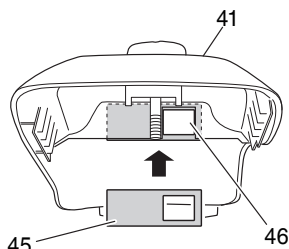

Fig. 40
Système de protection anti-gel (Fig. 40, 41)
1. Lorsque vous avez besoin d'utiliser le système anti-gel, enlevez le couvercle du filtre à air (41). Retirez le déclencheur (45) de l'intérieur du couvercle du filtre à air et réinstallez le en position d'hivers en le tournant à moitié. (Fig. 40) Cela permet à l'air chaud de circuler du cylindre à la cabine du carburateur via l'orifice (46).